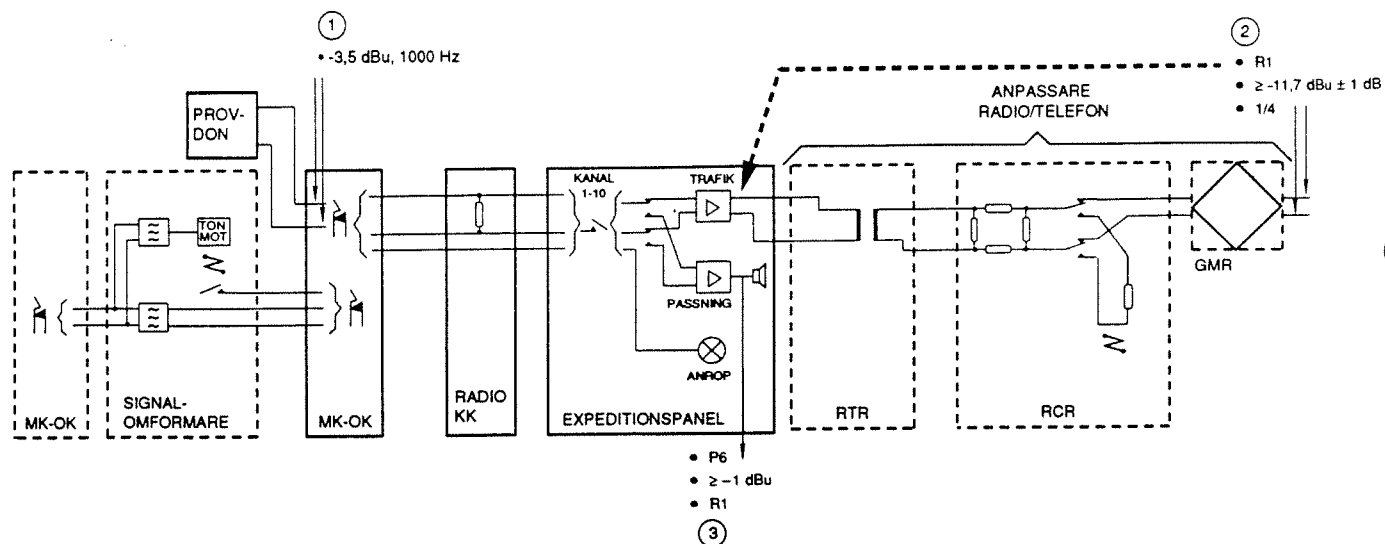

Bild 12
- Anslut provdonets utgång till expeditionspanelernas MK-OK jack för kanal 1, pos 1 bild 12.